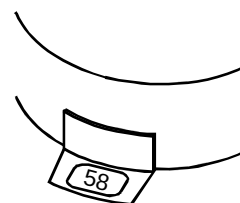

Рис. 2. Нумерация баз
! В абсолютном большинстве случаев достаточно запрограммировать только адрес извещателя, сохранив другие установки без изменения. Установки режимов работы извещателя записываются в энергонезависимую память и сохраняются при отключении питания. Извещатели могут перепрограммироваться неограниченное число раз. Запись и считывание информации производится через индикатор извещателя при использовании многофункционального пульта дистанционного управления (МПДУ) непосредственно или через инфракрасный ретранслятор ИКР (см. Руководство по использованию МПДУ, ИКР I56-1720-003RU). Считывание/запись информации производится МПДУ с расстояния 20 - 30 мм от индикатора, через ИКР - с расстояния 3 - 6 метров без отключения от адресной шины. Запись/считывание адресов извещателей по цепи питания производится при использовании программатора адреса ПА. Запишите адреса в извещатели и наклейте на них соответствующие номера (стикеры поставляются в комплекте с адресным модулем АМ-99). Для нумерации баз (рис. 2) используются самоклеющиеся метки ADD-TAG (опция). Метка наклеивается на боковую поверхность базы, с указанием информации, например, адрес извещателя, его тип и т.д.
2. Снимите крышку извещателя (рис. 2), для чего при помощи отвертки с тонким плоским шлицем осторожно нажмите на каждую из четырех защелок в направлении центра извещателя.